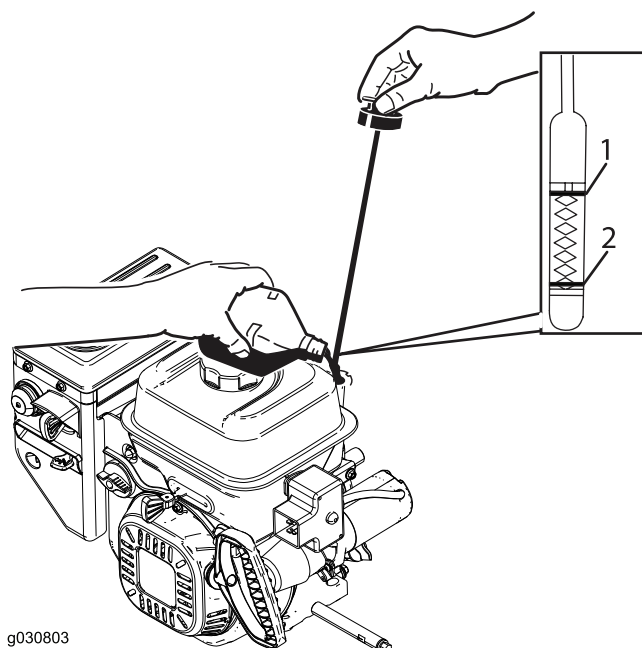

Рисунок 35
2. Выньте щуп и проверьте уровень масла (Рисунок 35). Если уровень масла находится ниже отметки Add (Добавить), то добавьте масла в двигатель. См. (страница)